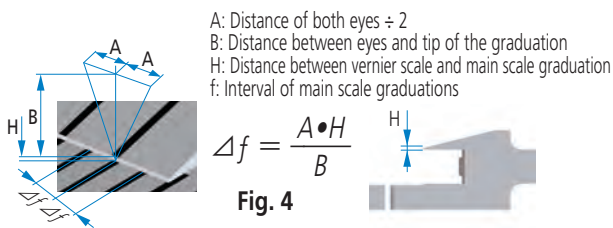

Fig. 4
- อ่านสเกลในแนวตรงตั้งฉากกับหน้าสเกลเพื่อหลีกเลี่ยงความผิดพลาดจากการเหลื่อม (parallax error) ในการอ่านค่า (Fig. 4)